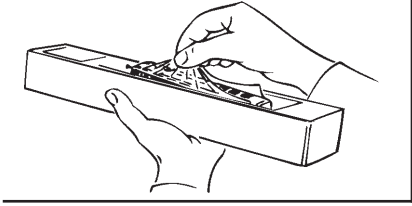

Fig. 2
**Fittings:** Operation is possible with different couplings (fig. 2,). We recommend using the ROCO close coupling.
**Les attelages:** En vue d'une exploitation pratique sur votre réseau vous pouvez choisir parmi plusieurs types d'attelages conformes aux différents systèmes d'attelage pratiqués en H0 (voir fig. 2). Nous vous recommandons l'emploi de l'**attelage court ROCO**.